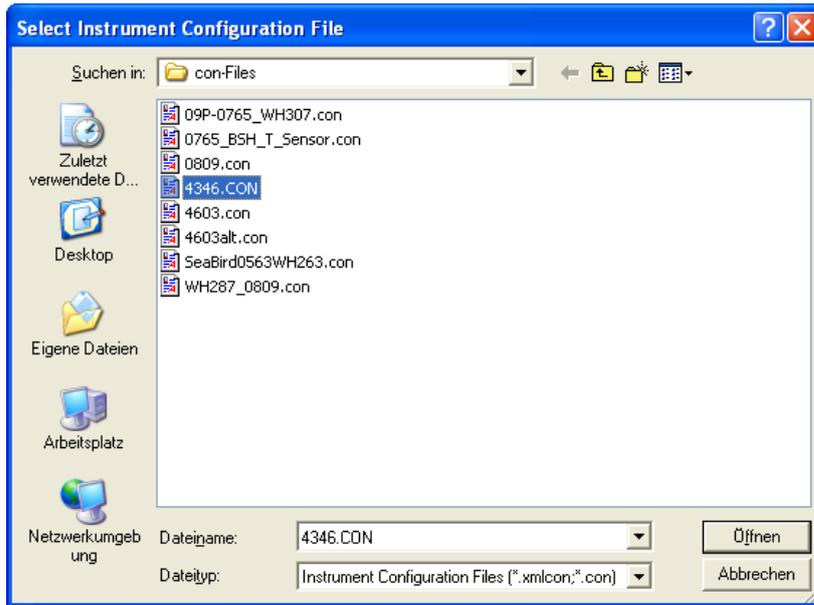

Abb. 3. Konfiguration File auswählen.
2. Unter **Configure Inputs** → **Instruments Configuration** → **Open** → **D:\Ozeanograf_Daten\SBxxx\Con_Files** (z.B. **6434\19P-6434-05012016.xmlcon**) immer den .con-File zur entsprechenden Sonde auswählen (s. Abb. 3, Seite 8). .con-File hat die **4-stellige Gerätenummer**, Die Gerätenummer steht auf dem Seabirdlabel des Sondengehäuses.